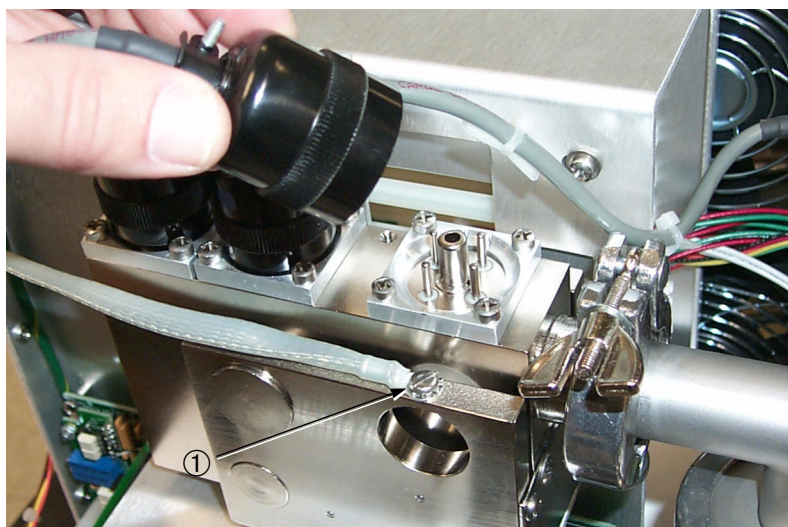

图 4-3 取出连接器
4. 从质谱计管顶部拔下三个连接器（图 4-3）。连接器电缆线标有 TC、离子源和前置放大器标记。如果电缆线上没有标记，请此时做上标记供稍后参考。
5. 使用槽缝螺丝起子取下螺丝 ①，从质谱计管磁体上卸下接地电缆线（第 4-7 页图 4-3）。